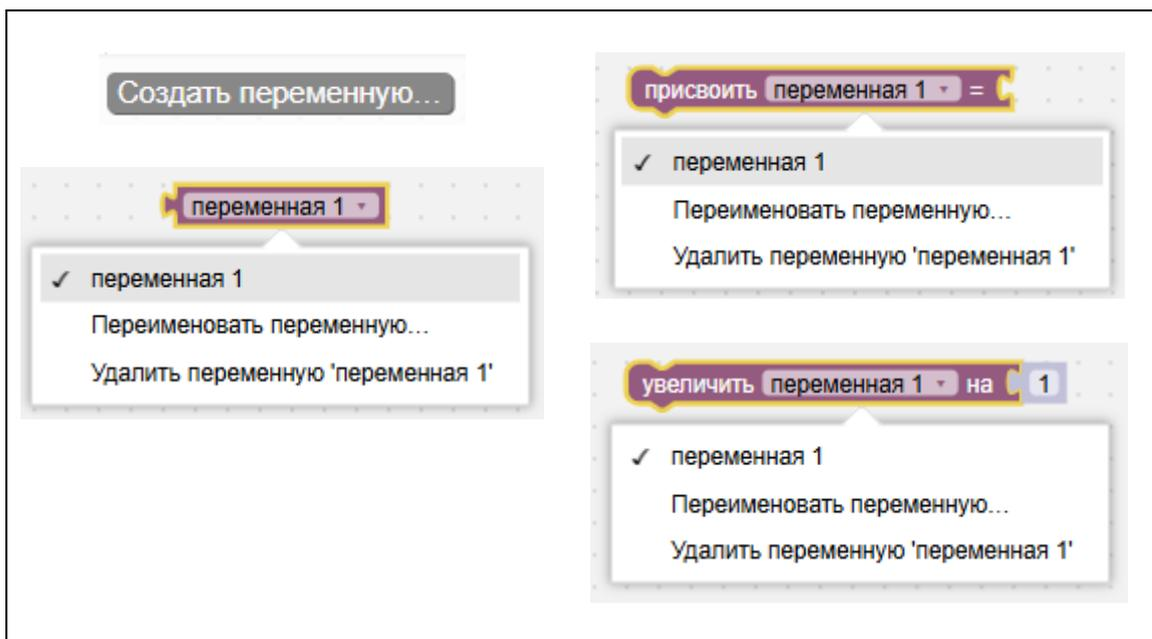

Рисунок II-18 – Блоки «Переменные»
4. «Переменные» – создание и редактирование переменных (см.Рисунок II-18).